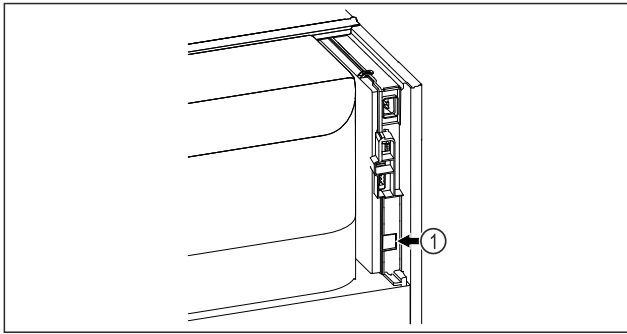

Fig. 60
- ❑ SmartModule Fig. 60 (1) установлен.